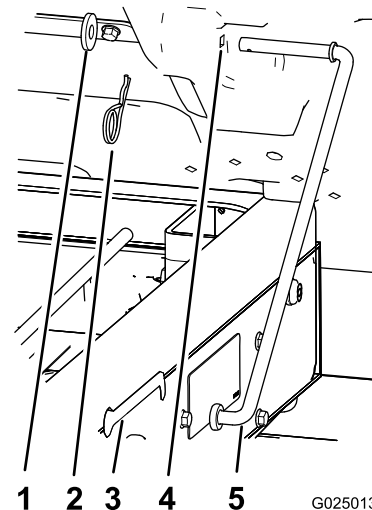

Figura 12
1. Rimuovete la coppiglia e la rondella che fissano l'asta di supporto al lato inferiore del pianale (Figura 12).
2. Fate scorrere l'asta di supporto in avanti per toglierla dalla staffa sul telaio (Figura 12).